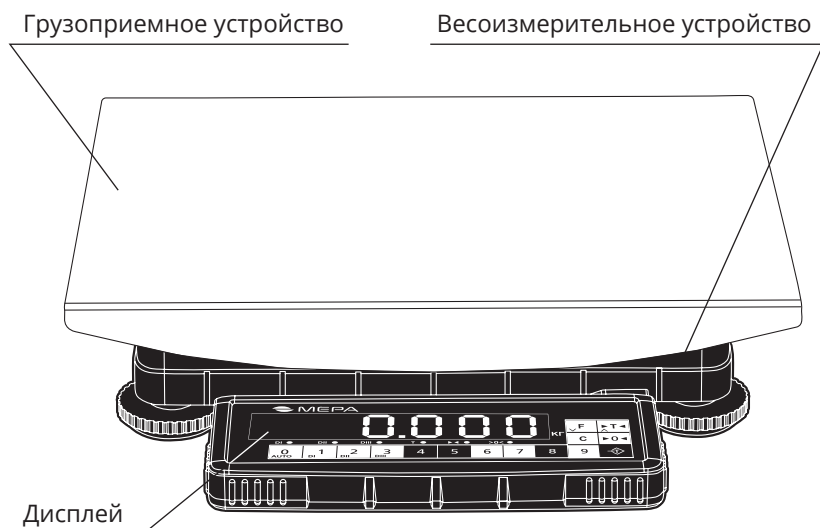

Рисунок 1 - Весы ПВм. Состав весов
3.1. Весы состоят из следующих составных частей (рисунок 1, 2):